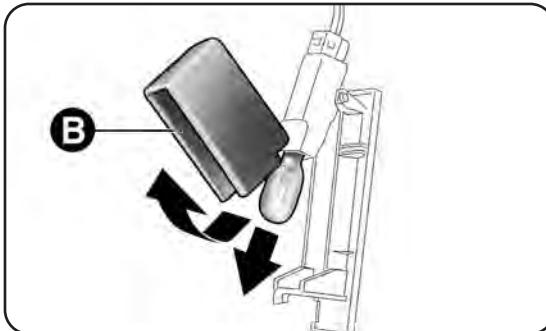

fig. 146
- abra la protección B-fig. 146 y sustituya la lámpara;